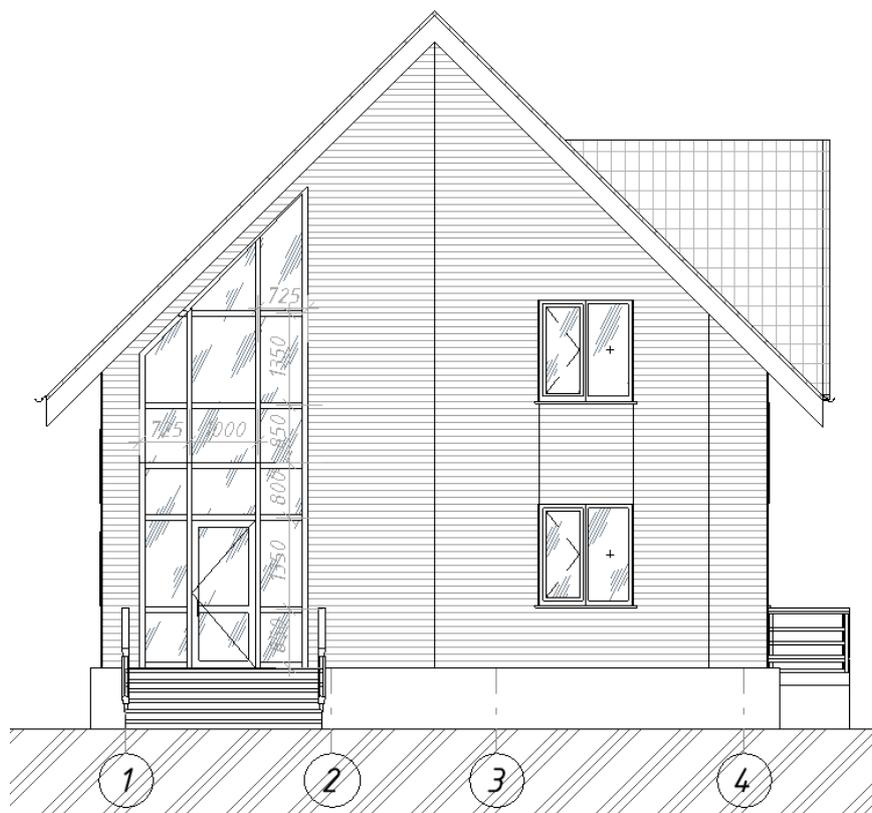

Рисунок 16 – Южный фасад здания
- * Постройте витраж закрывающий тамбур (см. рис. 16).